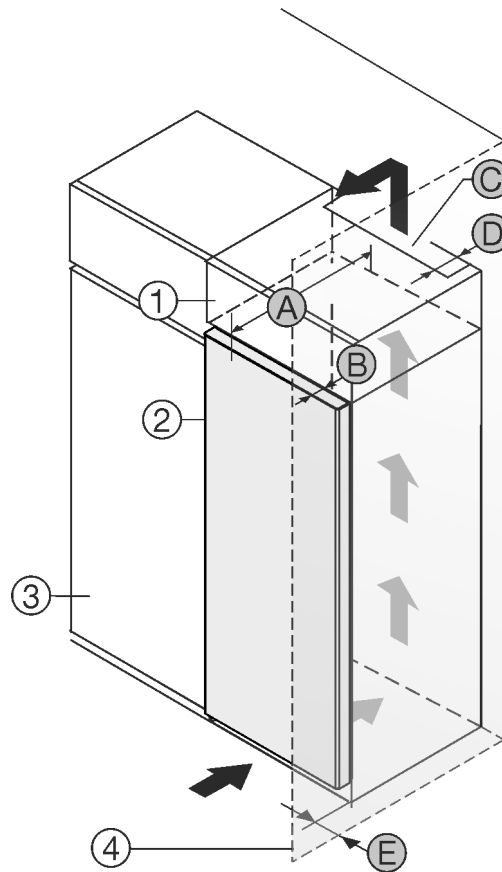

Fig. 1
Sie können das Gerät direkt neben dem Küchenschrank Fig. 1 (3) aufstellen.*
An der Rückseite des Aufsatzschrankes muss ein Abluftschacht mit der Tiefe Fig. 1 (D) über die gesamte Aufsatzschrankbreite vorhanden sein.*
Unter der Raumdecke muss der Entlüftungsquerschnitt Fig. 1 (C) eingehalten werden.*
Wenn Sie das Gerät mit den Scharnieren neben einer Wand *Fig. 1 (4)* aufstellen, dann muss der Abstand zwischen Gerät und Wand mindestens 13 mm betragen.*
Damit Sie die Tür vollständig öffnen können, muss das Gerät um die Türtiefe *Fig. 1 (B)* gegenüber der Küchenschränke front vorstehen. Abhängig von der Tiefe der Küchenschränke *Fig. 1 (3)* und Verwendung von Wandabstandshaltern kann das Gerät weiter herausragen.*